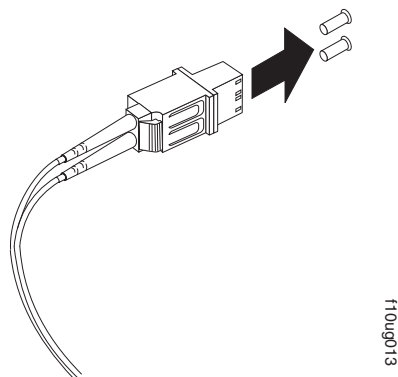

Figura 32. Removendo as Tampas de Proteção do Adaptador de Cabo LC-SC
3. Remova as duas capas protetoras da extremidade do conector LC do adaptador de cabo LC-LC, conforme mostrado na Figura 32 na página 63. Guarde as capas protetoras para uso futuro.